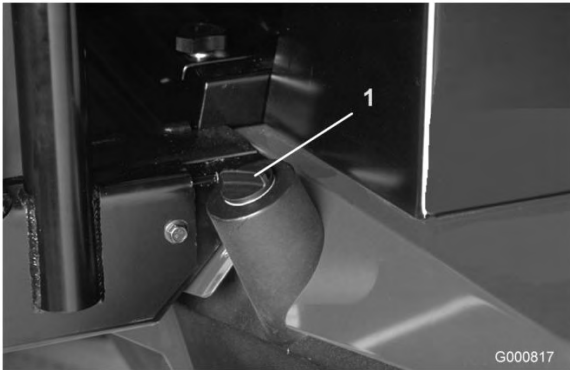

Figure 35
2. Nettoyez la surface autour du goulot de remplissage et du bouchon du réservoir hydraulique (Figure 35). Enlevez le bouchon du goulot de remplissage.